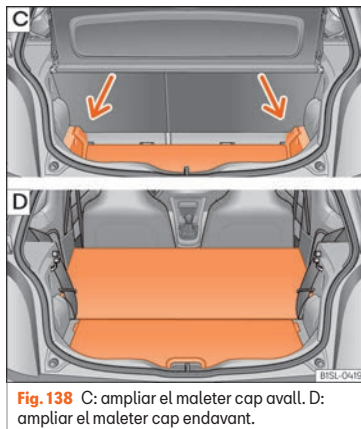

Fig. 138 C: ampliar el maleter cap avall. D: ampliar el maleter cap endavant.
- Aixequi el terra del maleter i empenyeu-lo cap avall en la guia »» fig. 138 C (fletxes).